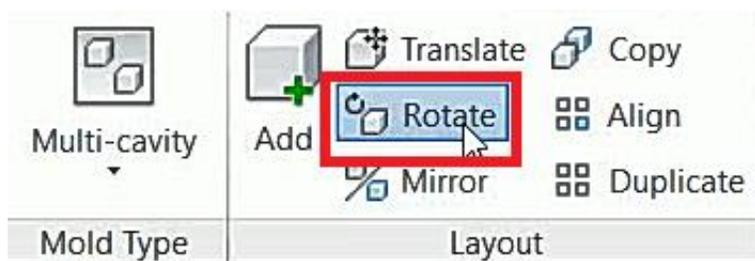

Figura 6.48 Función **Rotate**.
- Seleccionar la pieza que acabamos de agregar y en la sección de **Layout** del menú superior, dar click en **Rotate** (Figura 6.48).